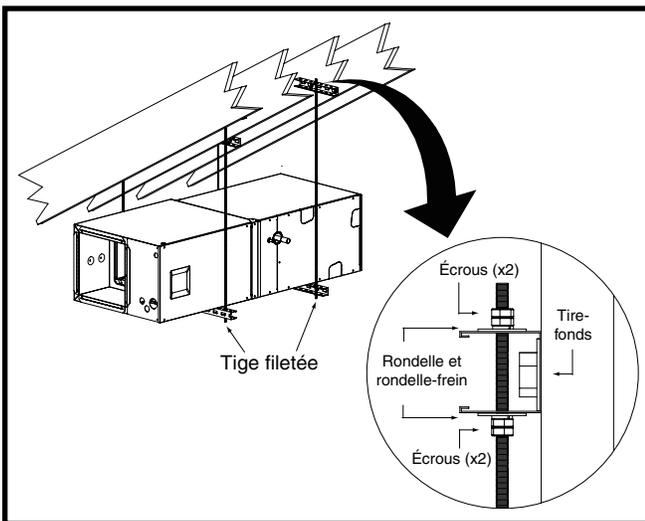

Figure 4. Appareil suspendu à l'horizontale
- Placez délicatement le serpentin encaissé sur l'appareil de traitement d'air modulaire. **REMARQUE** : Assurez-vous que les appareils sont alignés sur le devant et les côtés, avec un débordement à l'arrière, et qu'il n'y a pas de jour sur les côtés. Voyez la Figure 4 \(page 7\).